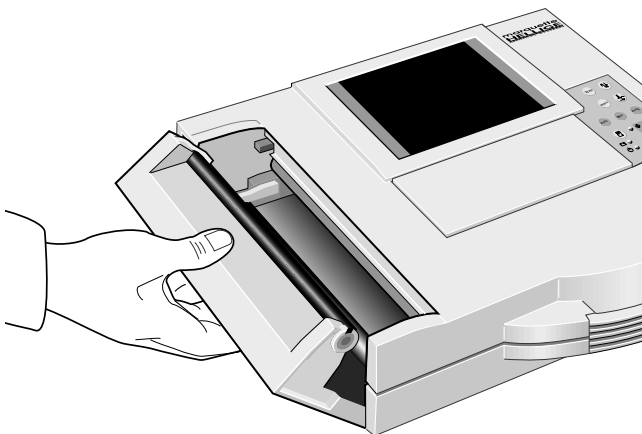

Bild 10-1. Öffnen der Papierschachtklappe.
- * Heben Sie die Papierschachtklappe am Griff leicht an und klappen Sie diese auf (Bild 10-1).